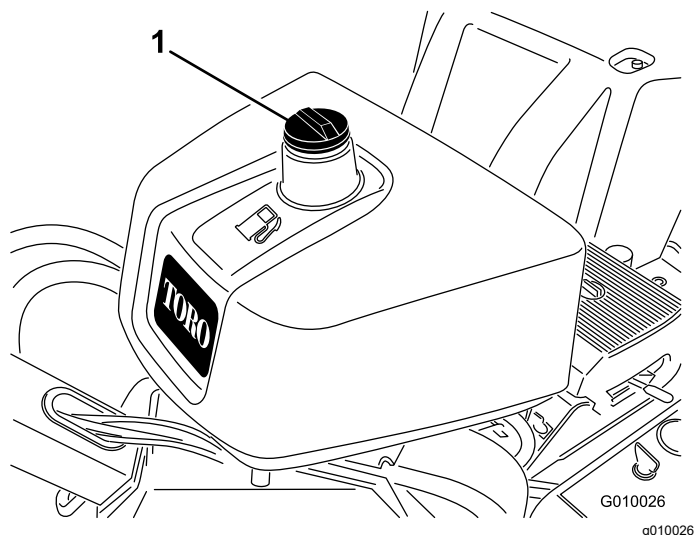

Figura 15
2. Limpe a zona em redor do tampão do depósito de combustível e retire-a (Figura 15).